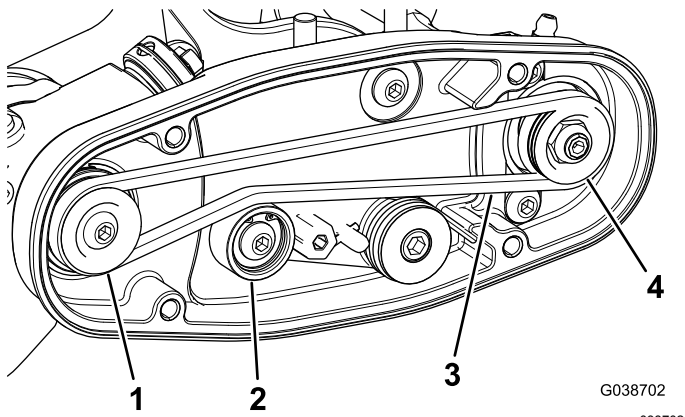

图26
- A. 先缠绕驱动皮带轮周围的皮带然后再缠绕总轮皮带轮顶部上方的皮带 图26。
B. 启动从动皮带轮上的皮带 图26。